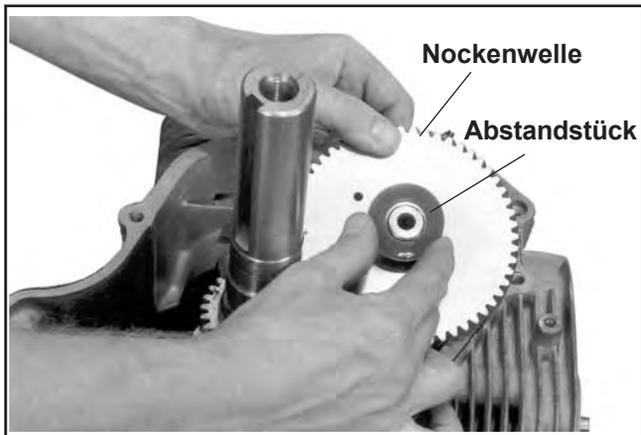

Abbildung 9-69. Ausbau der Nockenwelle (Abstandstück notieren).
1. Die Nockenwelle und das Abstandstück ausbauen. Siehe Abbildung 9-69.